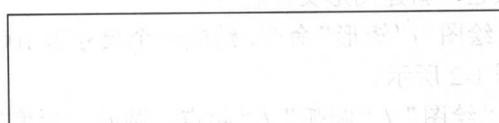

图 2-2 矩形
2. 选择“绘图”/“矩形”命令，绘制一个尺寸为 1 000mm×240mm 的矩形，如图 2-2 所示。